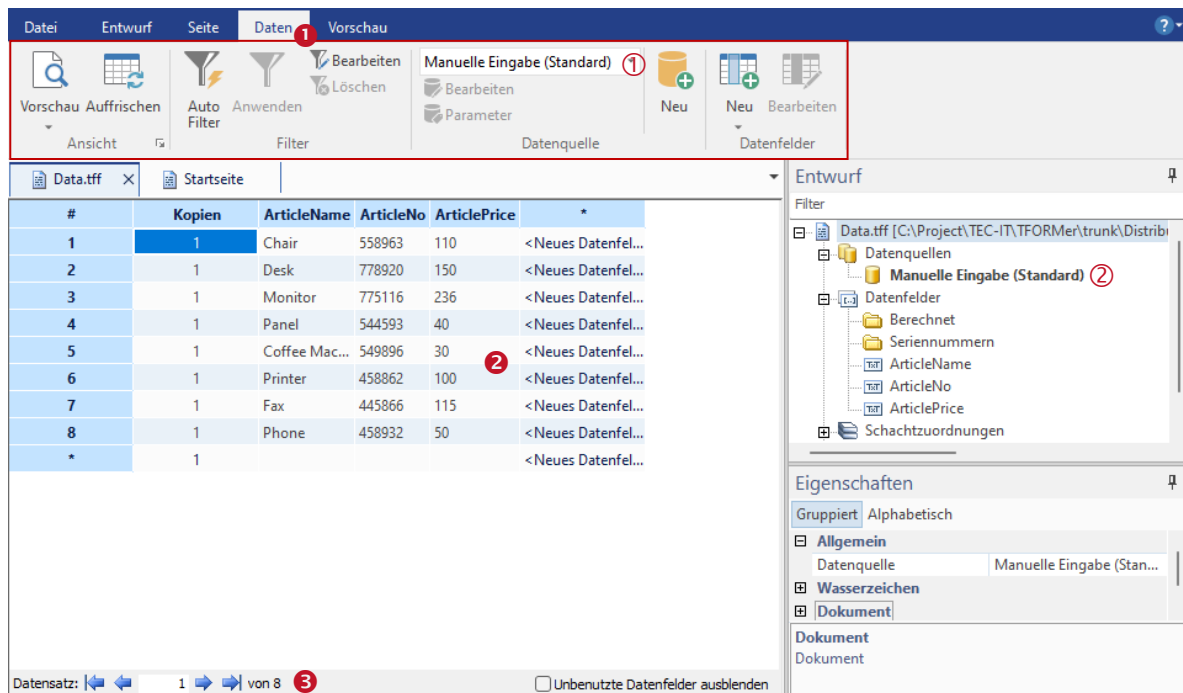

Abbildung 64: Datenansicht
Um zu einer bestimmten Datenquelle zu wechseln, wählen Sie im Menüband *Datenquelle | Manuelle Eingabe (Standard)* und wählen Sie dann die gewünschte Datenquelle aus (siehe auch Abbildung 64, ①). Alternativ können Sie auch in der Entwurfsübersicht auf die Datenquelle rechtsklicken und *Aktive Datenquelle festlegen* aus dem Kontextmenü auswählen.